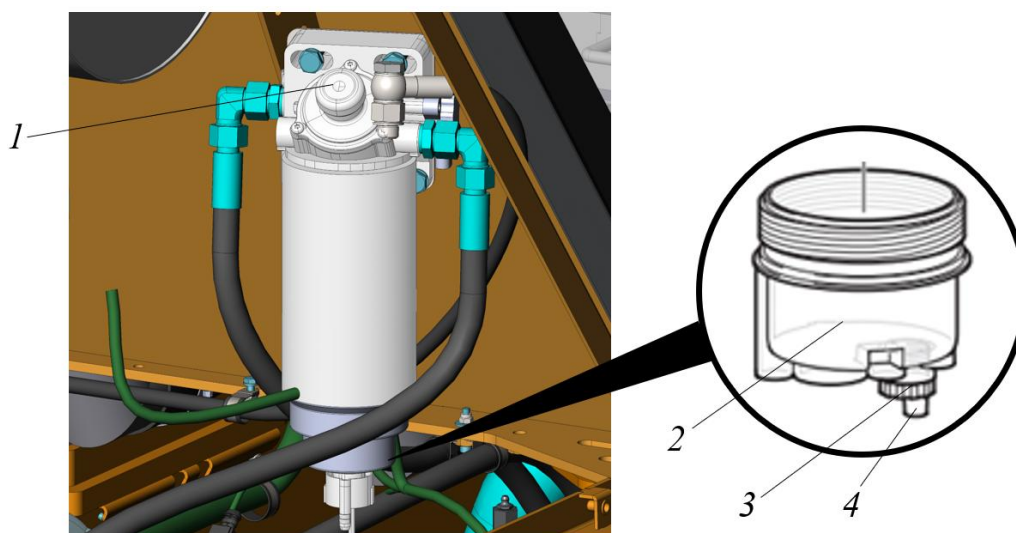

Рисунок 5.16. Фильтр предварительной очистки топлива
Фильтр предварительной очистки топлива размещен в задней части моторного отсека (по ходу движения машины) с левой стороны, см. рис. 5.16.
- ▶ Разместить предварительно подготовленную емкость под сливным штуцером 4 резьбовой пробки 3, рис. 5.16;